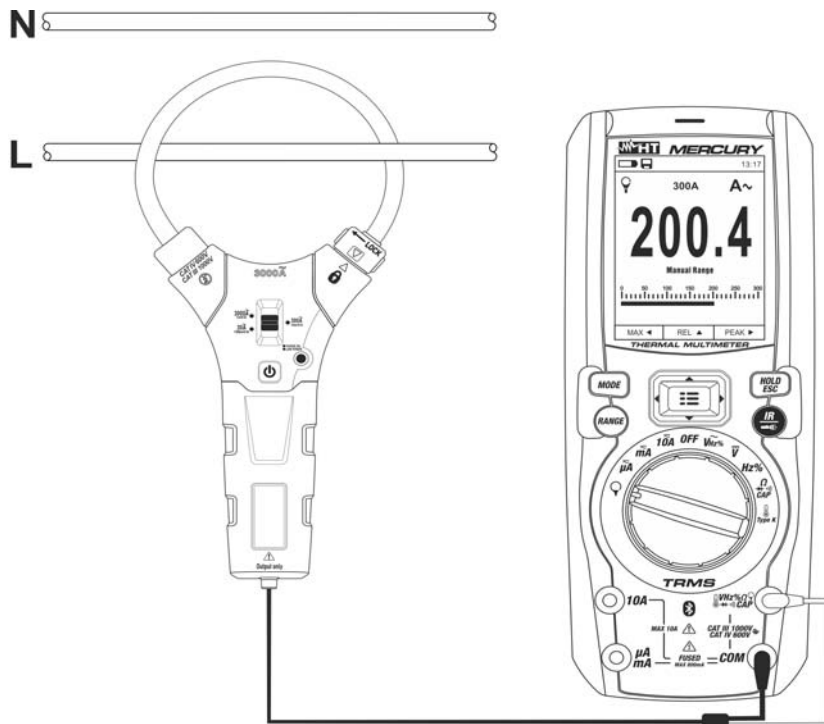

Fig. 30: Utilisation de l'instrument pour mesurer le courant AC/DC avec transducteurs à pince
6. Insérer le câble dans le tore (voir Fig. 30). La valeur de courant apparaît à l'écran.